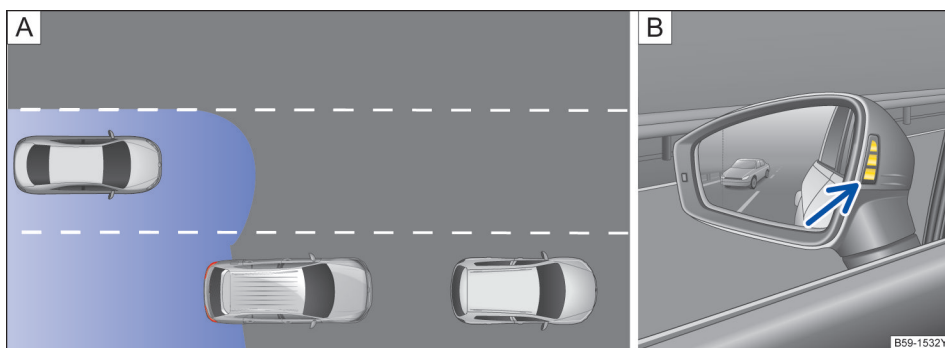
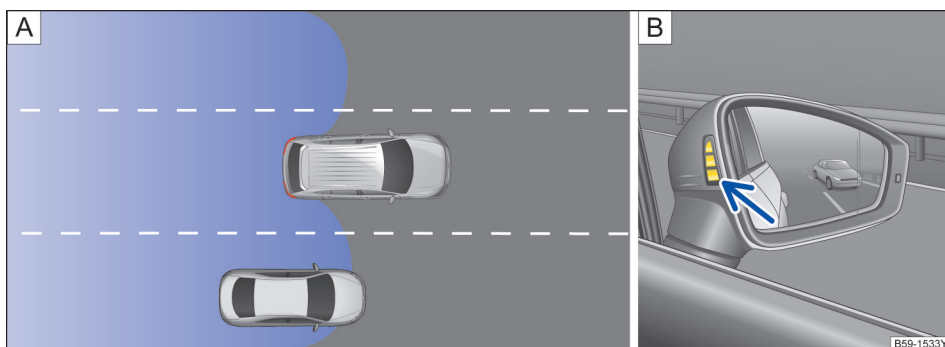

图 130 原理图：[A] 后方有车超车的行驶状况 [B] 左侧车外后视镜上的变道辅助传感器显示
图 131 原理图：[A] 超车和并道的行驶状况 [B] 右侧车外后视镜上的变道辅助传感器显示
在下列行驶状况下，车外后视镜中会亮起显示→图 130 [B]（箭头）或→图 131 [B]（箭头）：
- 当另一辆汽车正在超越本车时→图 130 [A]。
- 在以约 10 km/h (6 mph) 的速度差超越另一辆汽车时→图 131 [A]。在明显快得多的超车过程时不会出现显示。